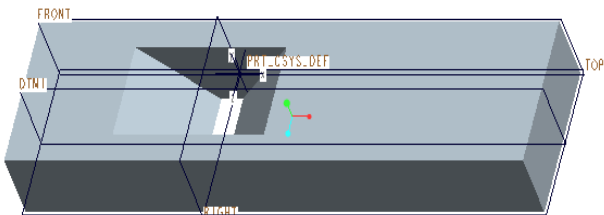

図 4-23 押し出し除去完了
- ・ 「完成」をする。図 4-23 に示すように押し出し除去が終了する。